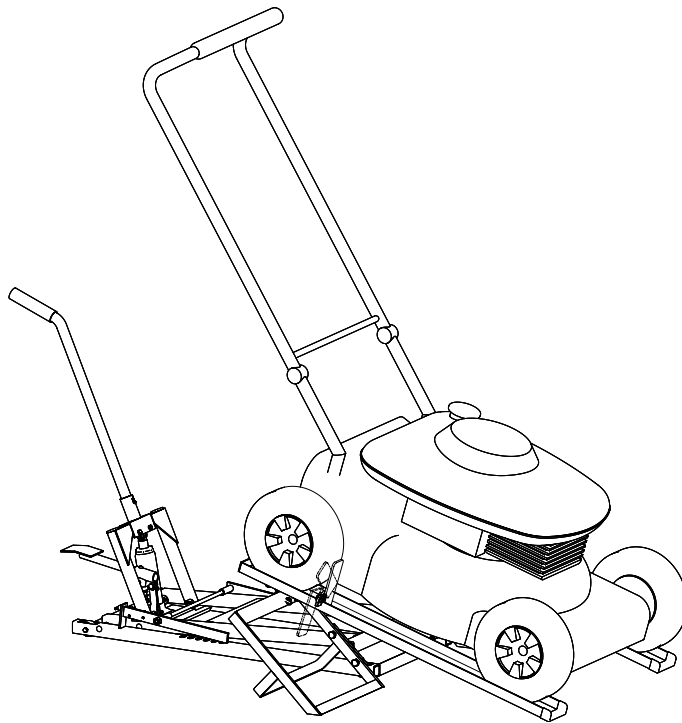

Figura 7: Instrucciones de carga
1. Deslice la podadora manual en los accesorios con la manija apuntando hacia la parte trasera de la elevadora para podadoras y gire las placas de detención hasta llevarlas a la posición de bloqueo (vea la figura 7).